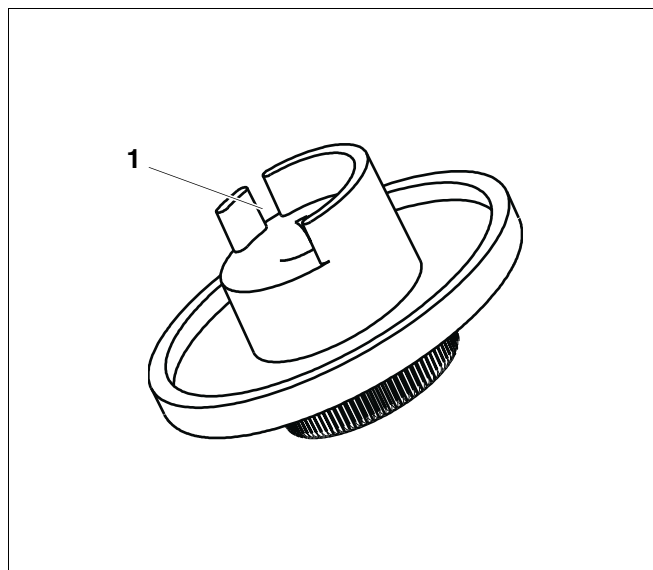

Рис. 4 Ручка настройки
- Отломить стопор (рис. 4, поз. 1).